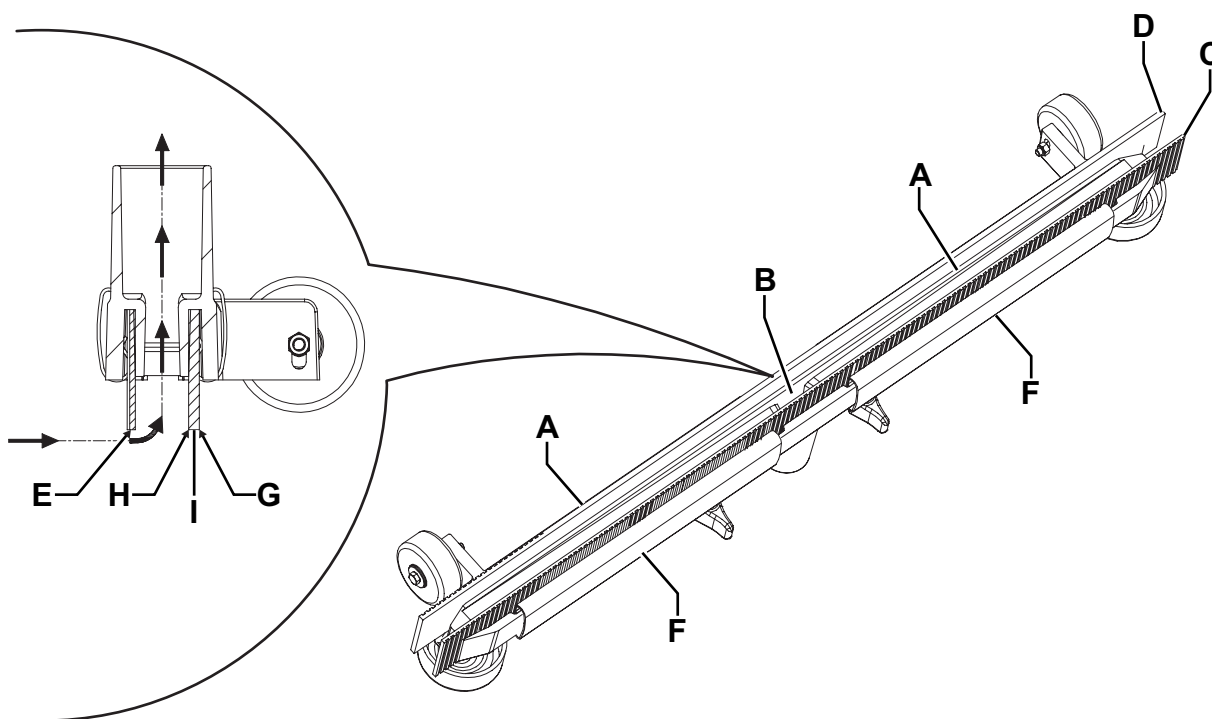

Figure 7
2. Vérifier que la fiche du câble d'alimentation (21) est branchée au réseau électrique.
3. Baisser l'embouchure au moyen de la pédale (19).
4. Déconnecter le tuyau d'aspiration (22) de l'embouchure.
5. Desserrer les boutons (12) et déposer l'embouchure (11).
6. Laver et nettoyer l'embouchure. Nettoyer en particulier les compartiments de convoyage (A, Fig. 7) et l'orifice d'aspiration (B) de la saleté et des déchets.
7. Contrôler que la lamelle en caoutchouc avant (C) et la lamelle en caoutchouc arrière (D) sont intactes et qu'elles ne présentent pas de coupures ou déchirures ; dans le cas contraire, les remplacer (voir la procédure au paragraphe suivant).
2. Contrôler que les bords de la lamelle en caoutchouc avant (E, Fig. 7) et de la lamelle en caoutchouc arrière (I) se posent simultanément sur un plan, sur toute leur longueur ; dans le cas contraire, régler leur hauteur en procédant comme suit :
- Déposer les ressorts de fixation (F), puis régler la lamelle en caoutchouc avant (C) et la lamelle en caoutchouc arrière (D).
3. Contrôler que la lamelle en caoutchouc avant (C) et la lamelle en caoutchouc arrière (D) sont intactes et qu'elles ne présentent pas de coupures ou déchirures ; en cas contraire, les remplacer en procédant comme suit. Contrôler aussi que l'arête de la lamelle en caoutchouc arrière (H) n'est pas usée ; dans le cas contraire, renverser la lamelle, en remplaçant l'arête usée avec l'autre arête (G), si elle est encore intacte. Si l'autre arête est usée, remplacer la lamelle en caoutchouc, en procédant comme suit :
- Déposer les ressorts de fixation (F), puis remplacer (ou tourner) la lamelle en caoutchouc arrière (D).
4. Installer l'embouchure (11) et serrer les boutons (12).
5. Connecter le tuyau d'aspiration (22) à l'embouchure (11).